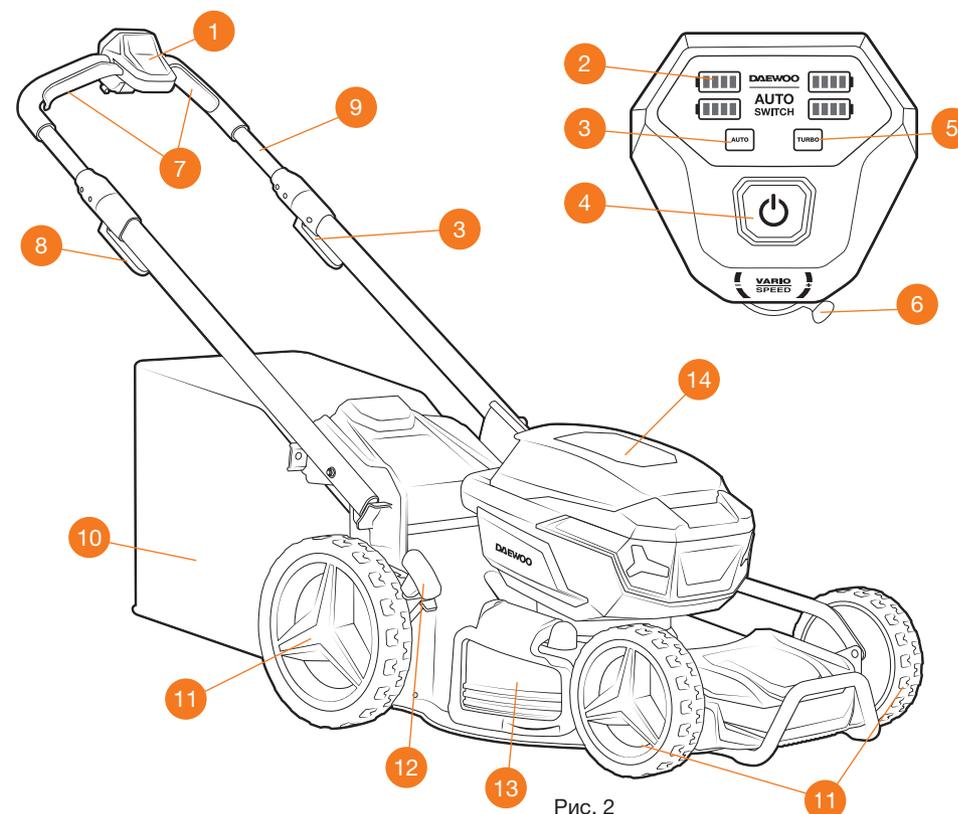

Рис. 2
- Убедитесь что рычаг регулировки скорости **6** (Рис. 2) находится в крайнем левом положении (–).